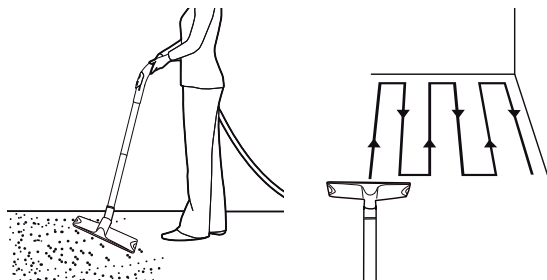

Fig. 23
- > Conecte el/los tubo(s) de extensión (17) a la agarradera del tubo (16a) si es necesario.
- > Avance en filas que se superpongan ligeramente. El patrón más eficaz son las líneas rectas en paralelo a uno de los lados. Así se consiguen filas similares y se garantiza la limpieza de toda la superficie sin que queden lugares sin aspirar (Fig. 23).